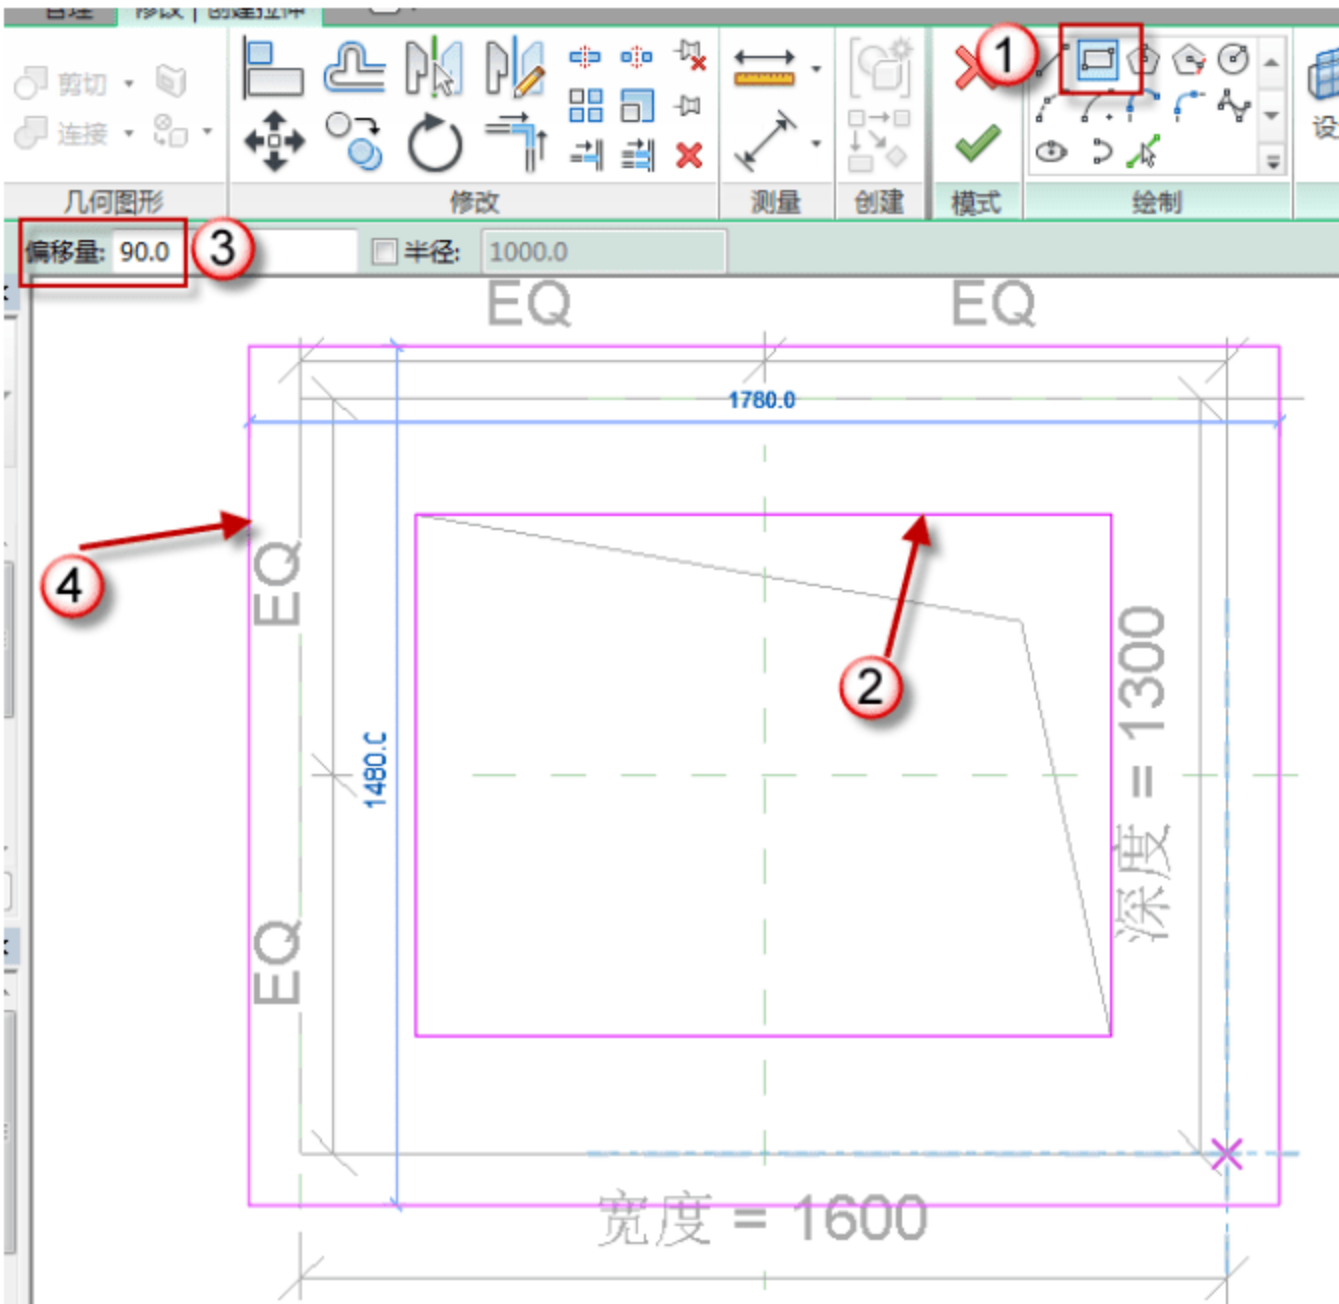

图 12.3.14 拉伸中间板
(12) 拉伸中间的板。选择“创建”→“拉伸”命令，选择“矩形”绘图形式，拉伸中间镂空的部分，然后在“偏移量”后输入“90”，再对外圈轮廓进行拉伸，如图 12.3.14 所示。